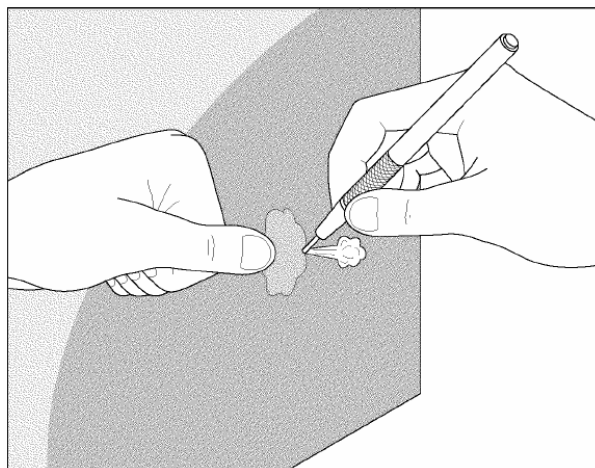

Рис. 6. Удаление пузырей
- б) Большим пальцем выдавить воздух или раствор, двигаясь от противоположной стороны пузыря в сторону прокола (Рис. 6).